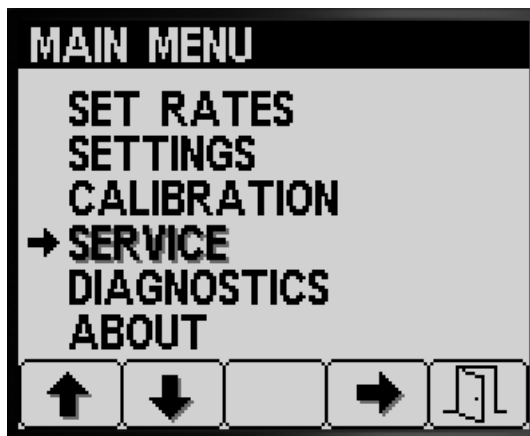

Figura 79
1. Para aceder ao ecrã Manutenção, prima o botão 2 no ecrã Menu principal para navegar até à opção MANUTENÇÃO (Figura 79); consulte Acesso ao ecrã Menu principal \(página 4\).
2. Prima o botão 4 para seleccionar o submenu MANUTENÇÃO (Figura 79).